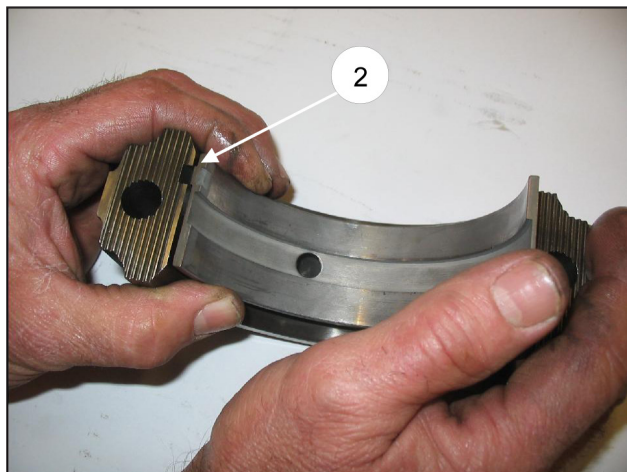

图6/a
如拆除了活塞导杆，在重新组装前应检查O型密封环(部件号①, 图6/b)的定位，如有需要应予以更换。通过两颗相应的M6螺栓固定活塞导杆，紧固扭矩请参阅第81页表格的指示。